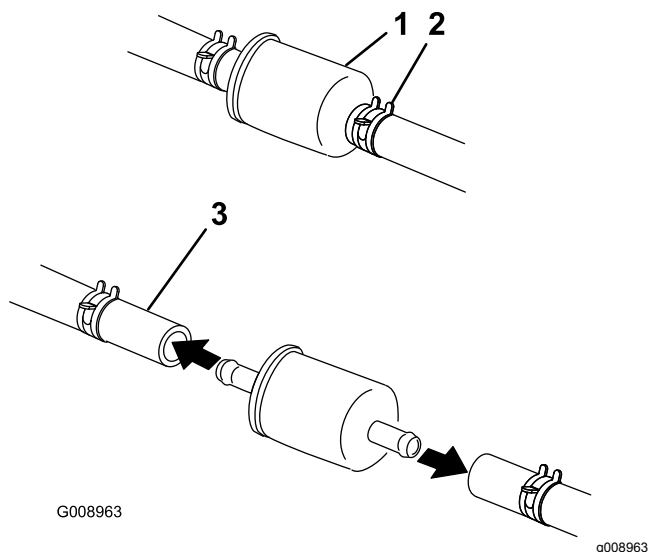

Figura 57
4. Cierre la válvula de cierre de combustible, situada debajo del asiento (Figura 57).
5. Apriete los extremos de las abrazaderas y deslícelas por la manguera alejándolas del filtro (Figura 57).
7. Instale un filtro nuevo y acerque las abrazaderas al filtro (Figura 57).